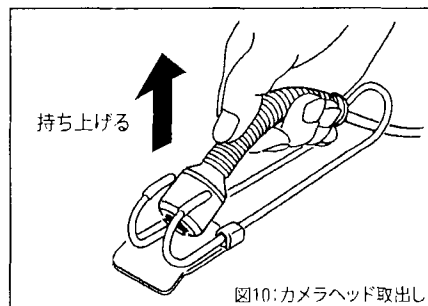

図10: カメラヘッド取出し
4. カメラヘッド取出し (図10)
カメラヘッドを図10のように持ち上げ、カメラヘッドホルダーから取出してください。